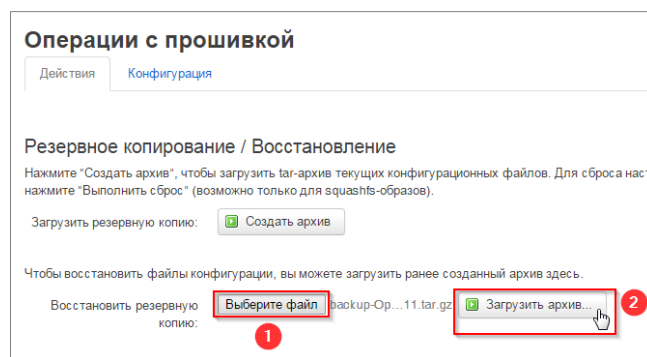

Рис. 53. Восстановление конфигурации.
2. Для восстановления сохранённой конфигурации в меню **Система -> Резервная копия/Прошивка** с помощью кнопки **Выберите файл** укажите местоположение tar-архива конфигурации и нажмите **Загрузить архив** (Рис. 53).